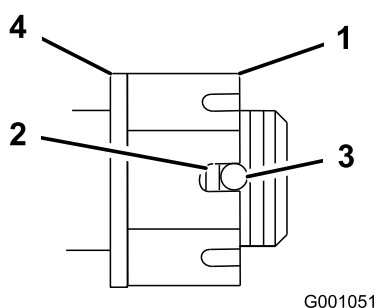

Figura 60
4. Apriete la tuerca almenada a 170 Nm (125 pies-libra)(Figura 60).
5. Compruebe la distancia desde el fondo de la ranura de la tuerca hasta el borde interior del taladro. Debe haber dos hilos o menos de la rosca visibles (Figura 60).
7. Apriete la tuerca almenada a 170 Nm (125 pies-libra) (170 N-m) (Figura 60).
8. Apriete la tuerca hasta que el siguiente conjunto de ranuras esté alineado con el taladro del eje (Figura 60).